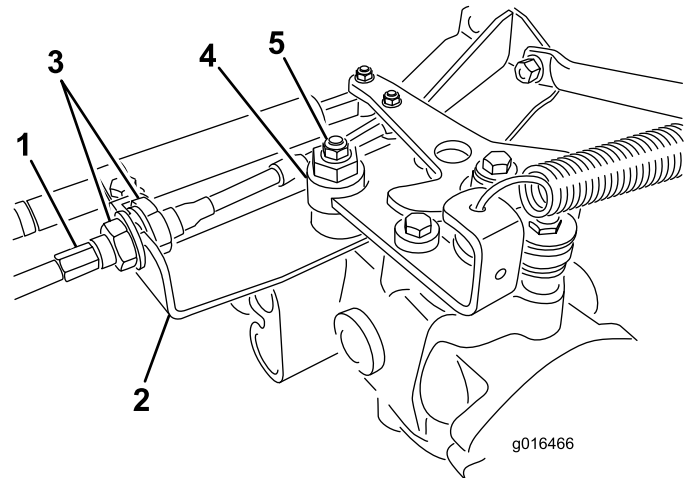

Figura 42
- A. Afloje las dos contratuercas que fijan el cable de control de tracción a la mampara del hidrostato (Figura 42). Asegúrese de aflojar ambas contratuercas uniformemente, y lo suficiente como para permitir el ajuste.
- B. Afloje la tuerca que sujeta el excéntrico a la parte superior del hidrostato (Figura 42).
ajuste (Figura 42). Compruebe el ajuste con el acelerador en las posiciones Lento y Rápido.
- E. Desde cada lado de la mampara, apriete las contratuercas **uniformemente**, fijando el cable de tracción a la mampara (Figura 42). No tuerza el cable.